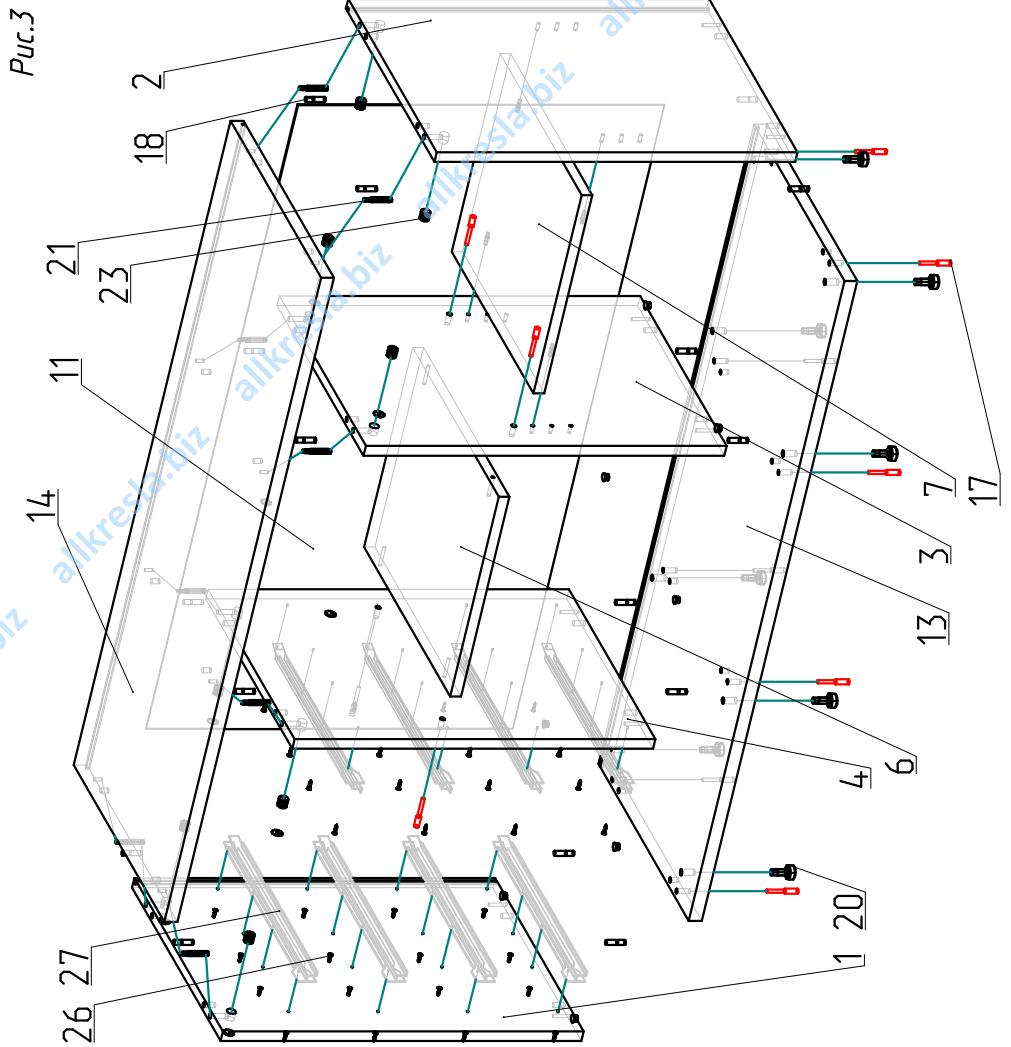

Рис.3
9. Задейтите молотком металлические втулки регулируемых опор (рис.3).
10. Задейтите стоки эксцентриков в глухие отверстия крышки и дна, вставьте эксцентрики во все глухие отверстия диаметром 15 мм. Вставьте штанги во все глухие отверстия диаметром 8 мм в дне и крышке. Соедините между собой дно, стойки и крышку как показано на рис.3, затяните эксцентрики до упора по часовой стрелке. Стяните винты изнутри дно со стойками. С помашью ящиков установите полку на нужной высоте.